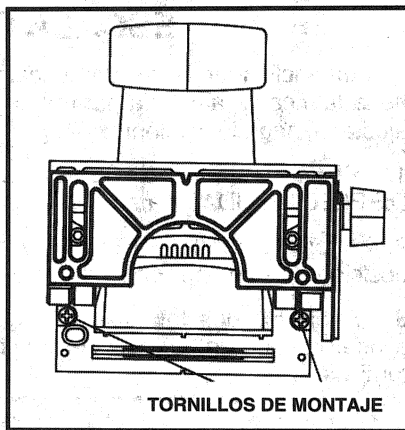

Fig. 3
2. Coloque las dos clavijas de estabilidad y los dos resortes tensores (que usted quitó en el paso 1) en el protector de hoja nuevo y guía inclinadora, y móntelos en la ensambladora con los dos tornillos nuevos provistos con la guía inclinadora (vea la Fig. 3).